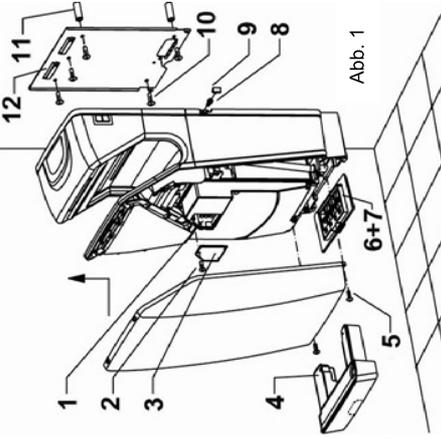

Abb. 1
- 2 Die in Abb. 1 mit (9) markierten Abdeckungen sowie die mit (8) markierten Schrauben entfernen, damit die Montageplatte (12) abmontiert werden kann.
5 Die mitgelieferten Dübel in die Bohrlöcher einfügen und die Montageplatte mit Schrauben für den entsprechenden Wandtyp befestigen. Es können evtl. die in Abb. 1 mit (10) markierten Schrauben angewandt werden.
Die in der Abb. 1 mit (4) markierte Wasserauffangwanne abmontieren, damit die zwei mit (5) markierten Schrauben gelöst und die Frontabdeckung entfernt werden kann.
Falls das Unterputzkabel / die Kabeldose direkt hinter dem Kabeleingangsloch in der Geräte-Rückwand sitzt, ist eine Kabellänge von 240 mm (7 mm abisoliert) für alte drei Kabel passend. Querschnitt des 3-adrigen Anschlusskabels von mindestens 1,5 mm² pro Leitung. Kabelanschluss-führung durch das in Abb. 2 markierte Kabeleingangsloch direkt zum Elektroanschluss, der in Abb. 1 mit (1) markiert ist.
7 Der Händetrockner an der Montageplatte aufhängen und die in Abb. 1 mit (8) markierten Schrauben befestigen. Ebenfalls die Abdeckungen (9) wieder anmontieren.